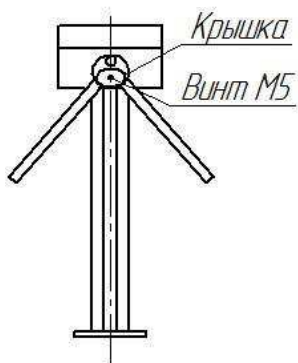

Рис. 1
6.4 Установите штанги. Для этого снимите крышку поворотного механизма, открутив винт М5 (рис.1). Закрепите штанги болтами М10, входящими в комплект штанг. Для перевода штанги «антипаника» в положение «проход открыт» оттяните штангу в направлении А (от турникета) на 50-80мм и поверните ее вниз (рис.2). Время открытия штанги «антипаника» составляет 1-3с. Закройте место крепления штанг крышкой.